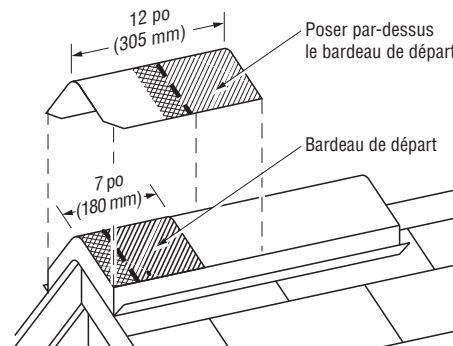

Figure 11-13 : Poser un bardeau de faîtage entier par-dessus le bardeau de départ, à égalité avec le bas et les côtés de celui-ci.
3. Poser une pièce de recouvrement entière par-dessus le bardeau de départ (*figure 11-13*) et planter des clous à  $5\frac{5}{8}$  po (143 mm) (métrique :  $6\frac{1}{4}$  po [160 mm]) en haut du bord inférieur exposé et à 1 po (25 mm) de chacun des côtés. Les clous ne doivent pas être à découvert quand la toiture est finie. Il faut enfoncer les clous à angle droit et les têtes de clou ne doivent pas percer la surface des bardeaux.